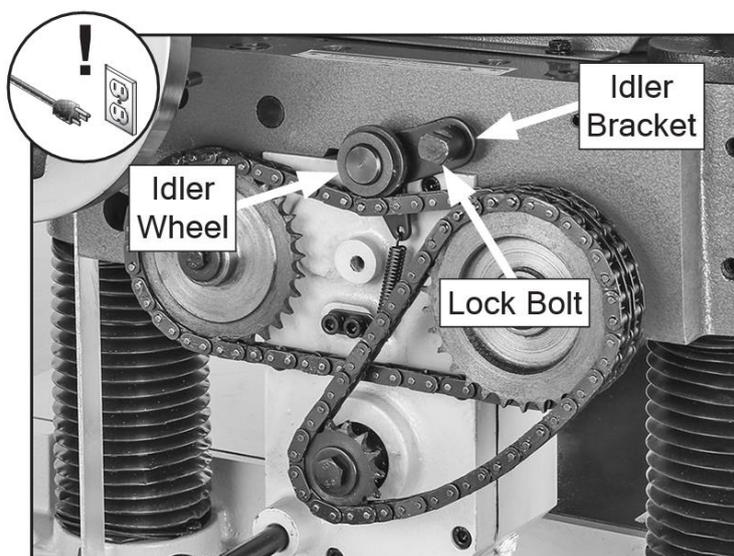

Рис. 54. Регулировка приводной цепи.
3. Ослабьте стопорный болт (см. рис. 54), которым кронштейн натяжителя крепится к коробке передач, затем слегка прижмите натяжное колесо к цепи, чтобы устранить провисание цепи. Поддерживая давление на натяжное колесо, затяните болт с шестигранной головкой.